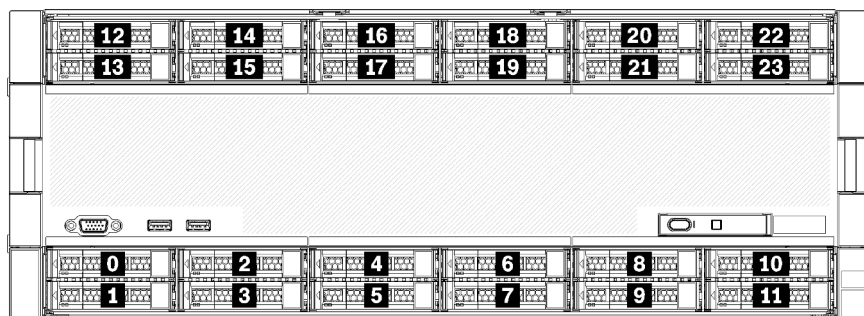

Figura 5. Posizioni dei vani delle unità
- Le due unità superiori supportano unità di interfaccia SAS, SATA o NVMe (Lenovo AnyBay). Il server può supportare fino a 12 unità NVMe, a seconda della configurazione del server. I vani delle unità compatibili con NVMe sono quelli con numeri pari, come mostrato in Figura 5 "Posizioni dei vani delle unità" a pagina 19.